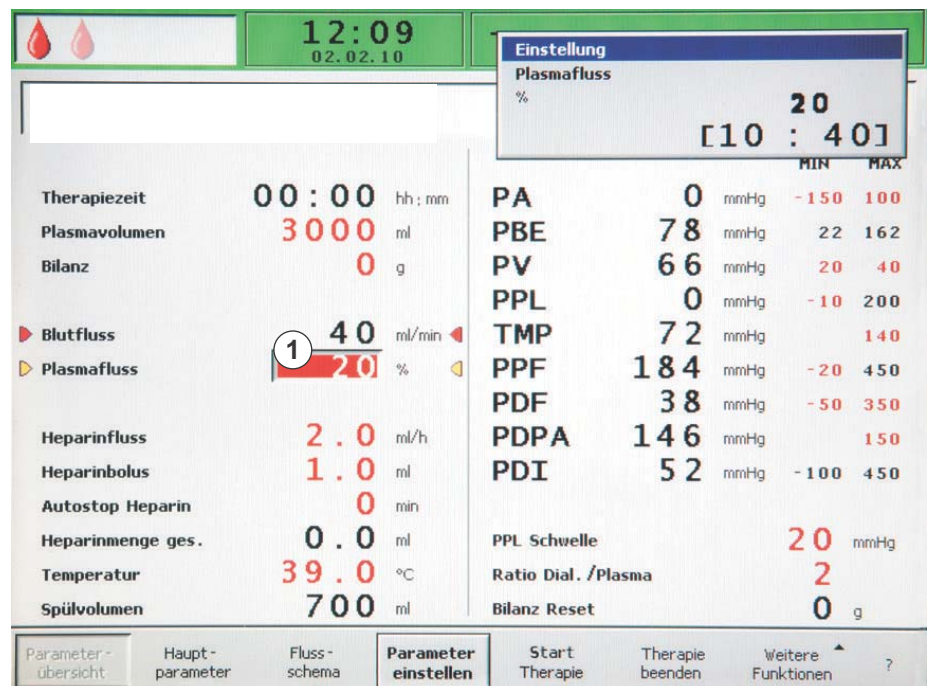

Abb. 2-22 Parametereinstellung im Bildschirm *Parameterübersicht*
☞ Das Feld mit dem Parameterwert wird rot unterlegt mit weißer Schrift dargestellt (Abb. 2-22, ①).